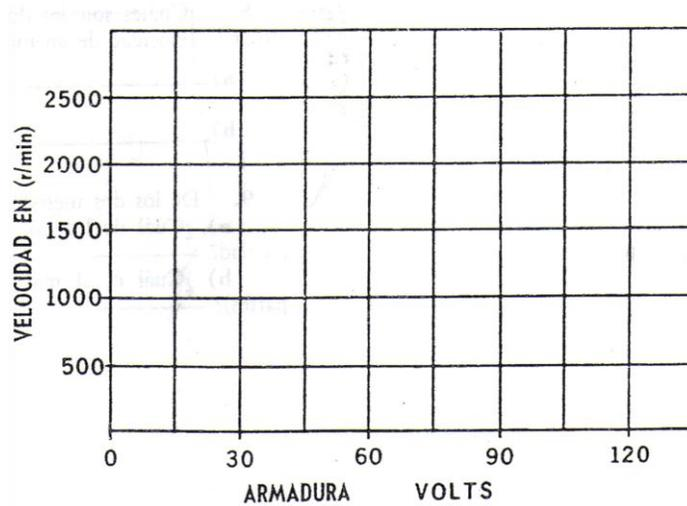

Figura 2-6.
d) Marque los puntos obtenidos en la **Tabla 2-1**, en la gráfica ilustrada en la **Figura 2-6**. Luego trace una línea continua por los puntos marcados.